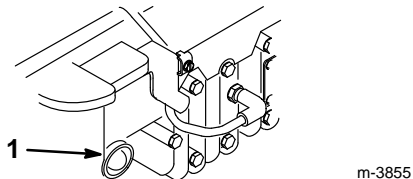

Figure 6
1. Pousser trois fois sur l'amorceur (cinq fois si la température est inférieure ou égale à 13°C/55°F), à 2 secondes d'intervalle (Fig. 6).